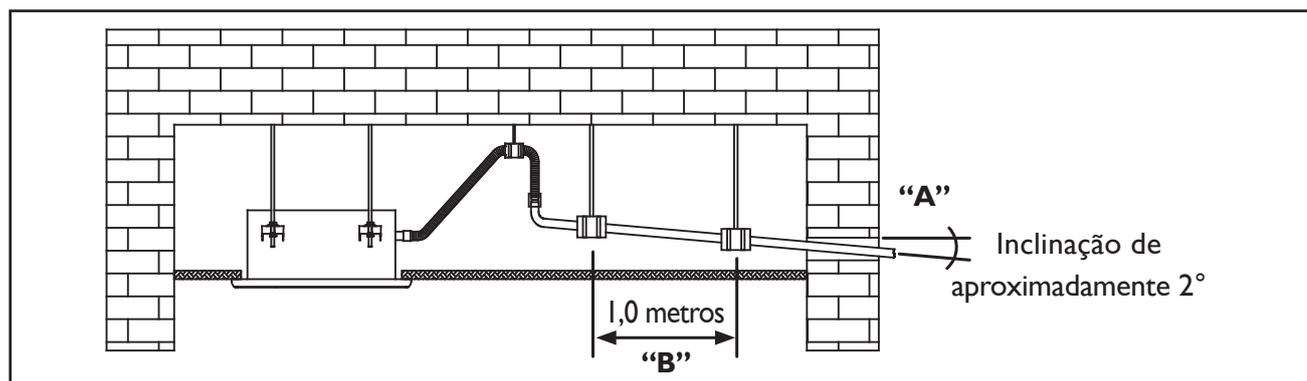

FIG. 27
- Para evitar que a água de condensado escorra para trás, retornando à unidade, o tubo de drenagem deverá ter uma inclinação (um pequeno declive) para baixo em direção ao lado de saída, considere aproximadamente 2° para esta inclinação (“A” - Fig. 27). Evite qualquer saliência (tal como um degrau) ou depósito de água na tubulação.
- Não estique (arraste) demasiadamente o tubo de drenagem ao conectá-lo, para impedir que o corpo venha a puxá-lo. Entretanto, um ponto de suporte deve ser definido a cada 1,0 metro, para evitar que o tubo de drenagem perca eficiência (“B” - Fig. 27). Opcionalmente você pode amarrar o tubo de drenagem com o tubo de ligação para fixá-lo.